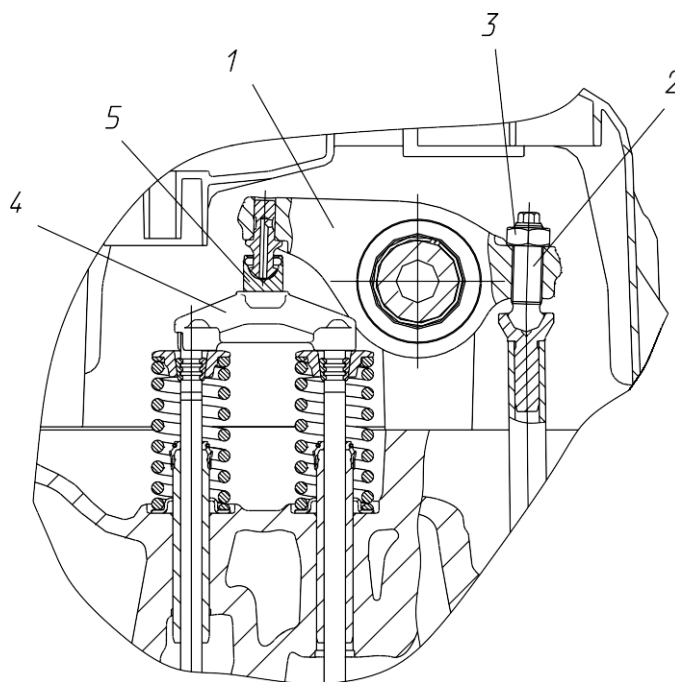

Рисунок 60 – Регулировка клапанного механизма:
10. Для регулировки зазора необходимо (см. рисунок 60):